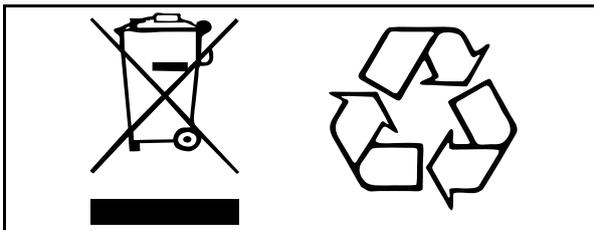

Fig. 2
- En ce qui concerne la mise au rebut des batteries, les règles de la directive DEEE (Déchets d'équipements électroniques et électriques) ainsi que les lois et réglementations locales doivent être respectées. Sinon, il y a des risques d'explosion, de fuite et donc de blessures. Si les batteries sont retournées, il faut isoler les bornes avec du ruban adhésif. Sinon, l'électricité résiduelle contenue dans les batteries usées risque de causer un incendie ou une explosion. Les conseils pour le respect de l'environnement Fig. 2 ci-dessous illustrent les symboles correspondant à la destruction et au recyclage.